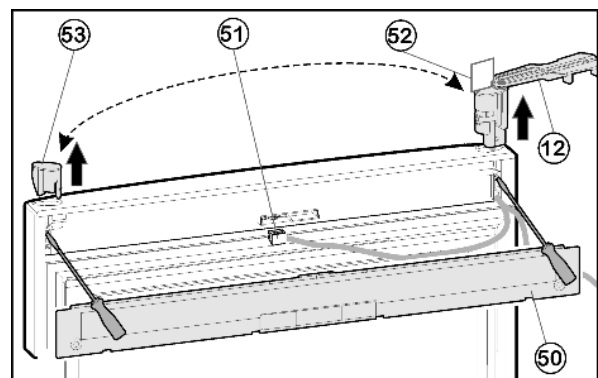

Fig. 10
- Retire la cubierta Fig. 10 (50) en la puerta con ayuda de un destornillador.
- Retire el conector Fig. 10 (51).
- Gire hacia fuera el soporte de cojinete Fig. 10 (12) en la puerta superior paralelamente al canto de la puerta.
- Extraiga desde abajo el soporte de cojinete Fig. 10 (12) con la ayuda de un destornillador y retírelo por completo de la puerta con el cable.
- Extraiga desde abajo el tapón Fig. 10 (53) con la ayuda de un destornillador y cámbielo al lado opuesto.
- Enhebre el cable del soporte de cojinete Fig. 10 (12) en el lado opuesto e inserte el soporte de cojinete.
- Retire la plantilla Fig. 10 (52) y fíjela en el soporte de cojinete.
- Enchufe el conector Fig. 10 (51).
- Encaje la cubierta Fig. 10 (50) en la puerta.